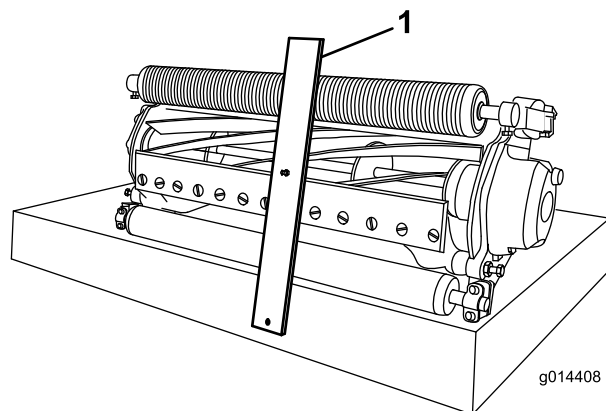

Figura 10
3. Prenda a cabeça do parafuso à extremidade cortante da lâmina de corte e apoie a extremidade traseira da barra no rolo traseiro (**Figura 10**).